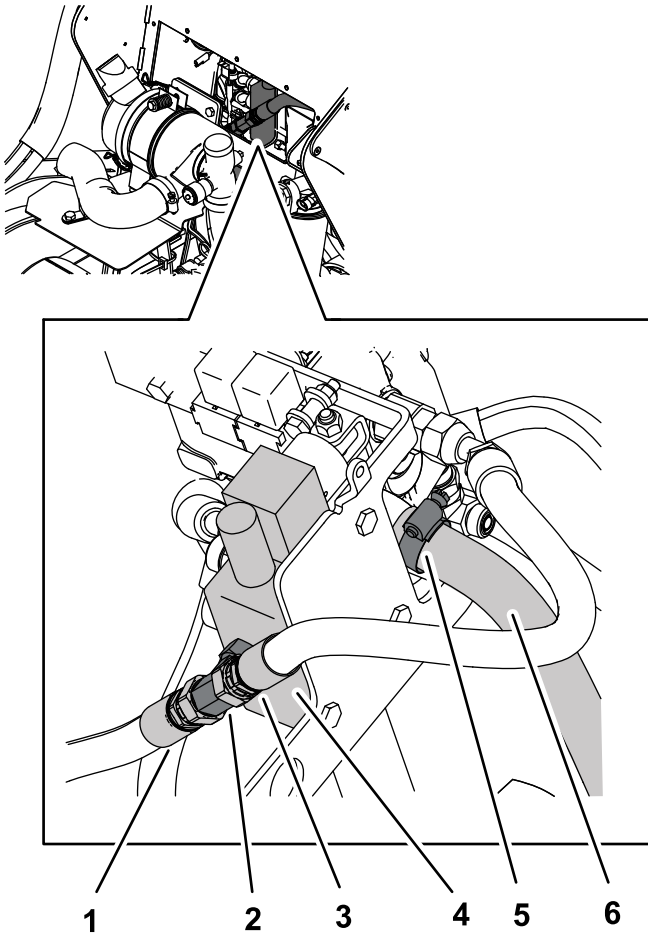

Bild 9
1. Schließen Sie die zwei Schläuche ab, die am T-Anschlussstück vor dem Hilfsventil befestigt sind (Bild 9).